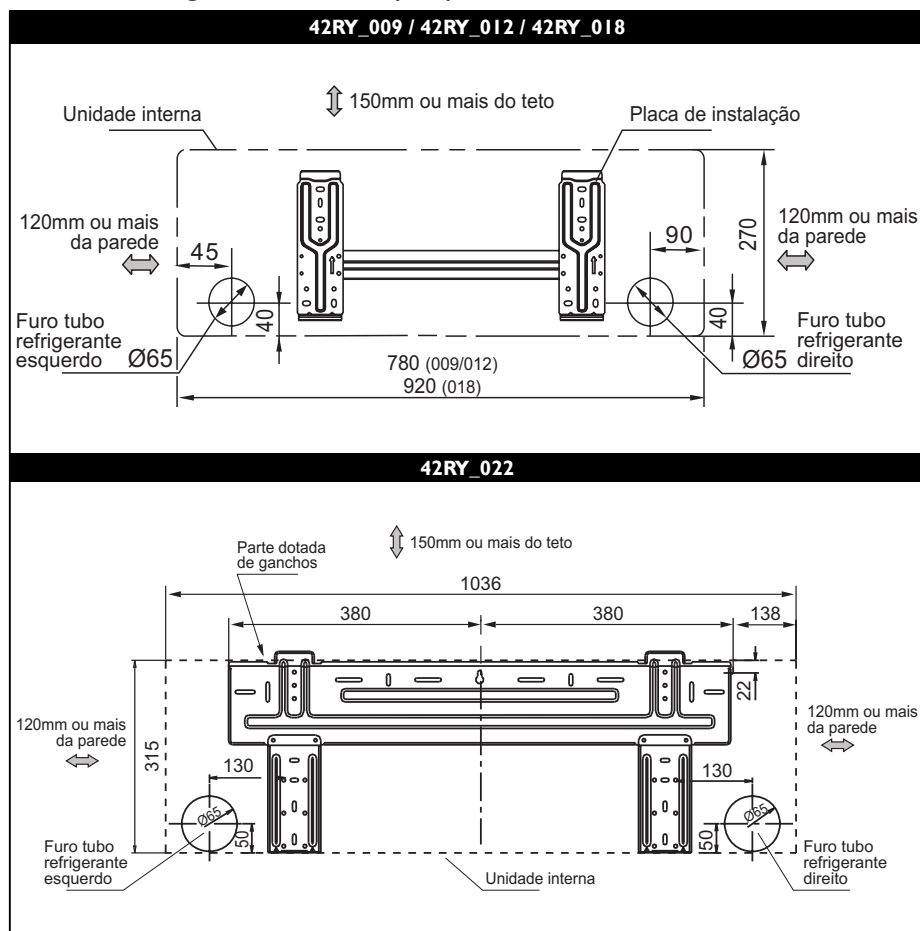

FIGURA 14 - PLACAS DE INSTALAÇÃO / MONTAGEM
- * Selecionar um local com espaço suficiente que permita reparos ou serviços de manutenção em geral, como por exemplo a limpeza do filtro de ar. Os espaços mínimos apresentados na figura 14 deverão ser respeitados.
Veja na figura 14 as dimensões para furação do dreno conforme cada capacidade.
- Fixe o suporte à parede com parafusos auto-atarraxantes através dos furos próximos à borda externa dele como mostrado na figura 14 (Coloque parafusos em todos os furos superiores).